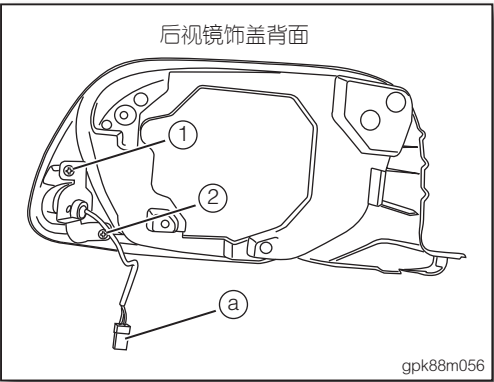

图 8
- 6. 由后视镜饰盖后方，拆下车侧安全影像摄影镜头 ( 左侧 / 右侧) 固定螺丝①、②及线束接头③，接着将镜头取出 ( 如图 8)。